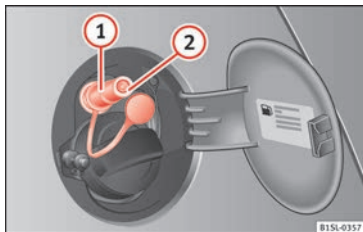

Fig. 167 Sportellino del serbatoio aperto: bocchettone di rifornimento del gas ①, anello di tenuta del bocchettone di rifornimento ②.
- Togliere il tappo del bocchettone di rifornimento del gas » **fig. 167 ①**.